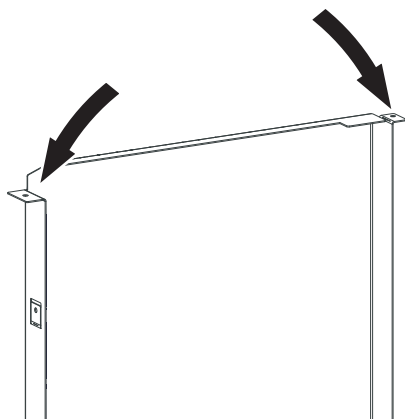

Fig. 63 Piegare entrambe le linguette della parete posteriore
- ▶ Piegare entrambe le linguette della parete posteriore, sul lato, in alto – Fig. 63.